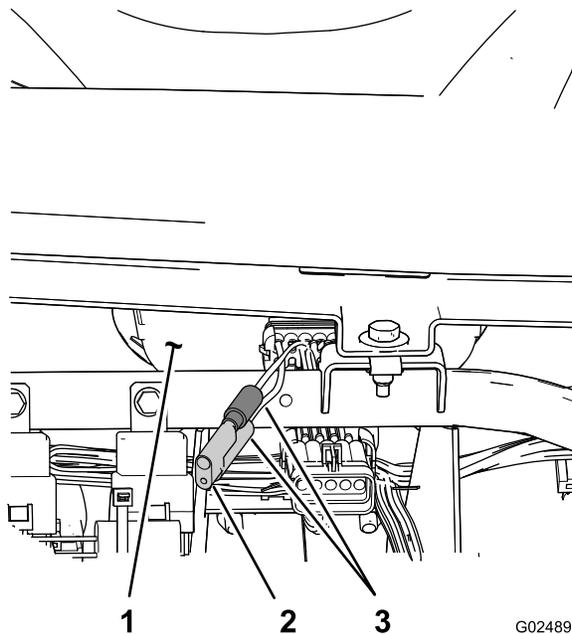

Рисунок 78
3. Найдите около спидометра два свободных провода (Рисунок 78).
4. Извлеките соединительный штепсель из жгута проводов и соедините эти провода вместе (Рисунок 78).